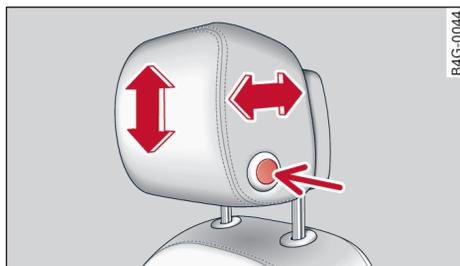

图 66 前座椅：调节座椅（型号 B）\*
- ▶ 如要向上/向前调节头枕，→ 图 66 请推移头枕，直至感觉到其卡止。